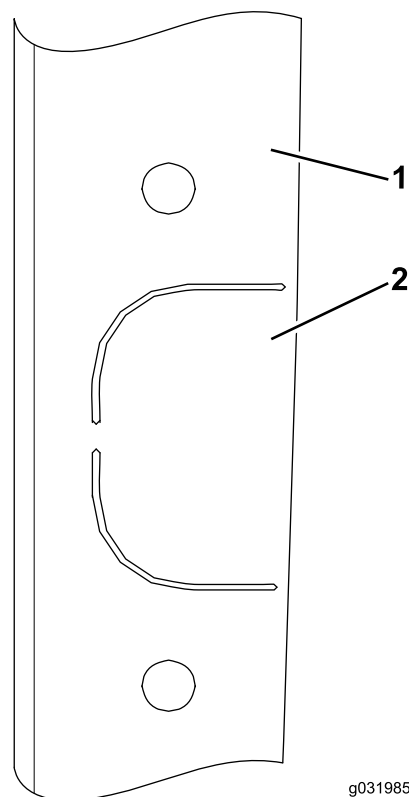

Figure 48
1. A l'aide d'un outil de coupe, retirez la forme prédécoupée sur la plaque latérale (Figure 48).